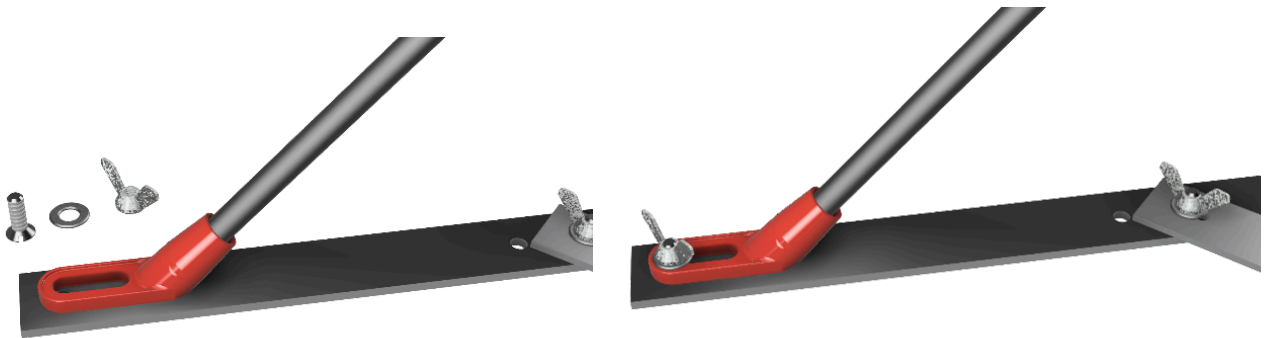

Figura 6. Ajuste de cada soporte de los tensores Con tornillo y mariposa.
- Colocar una arandela BISELADA (T5) y, a continuación, la mariposa de 1/4" (T4) (Figura 6). ¡No ajustar aún!